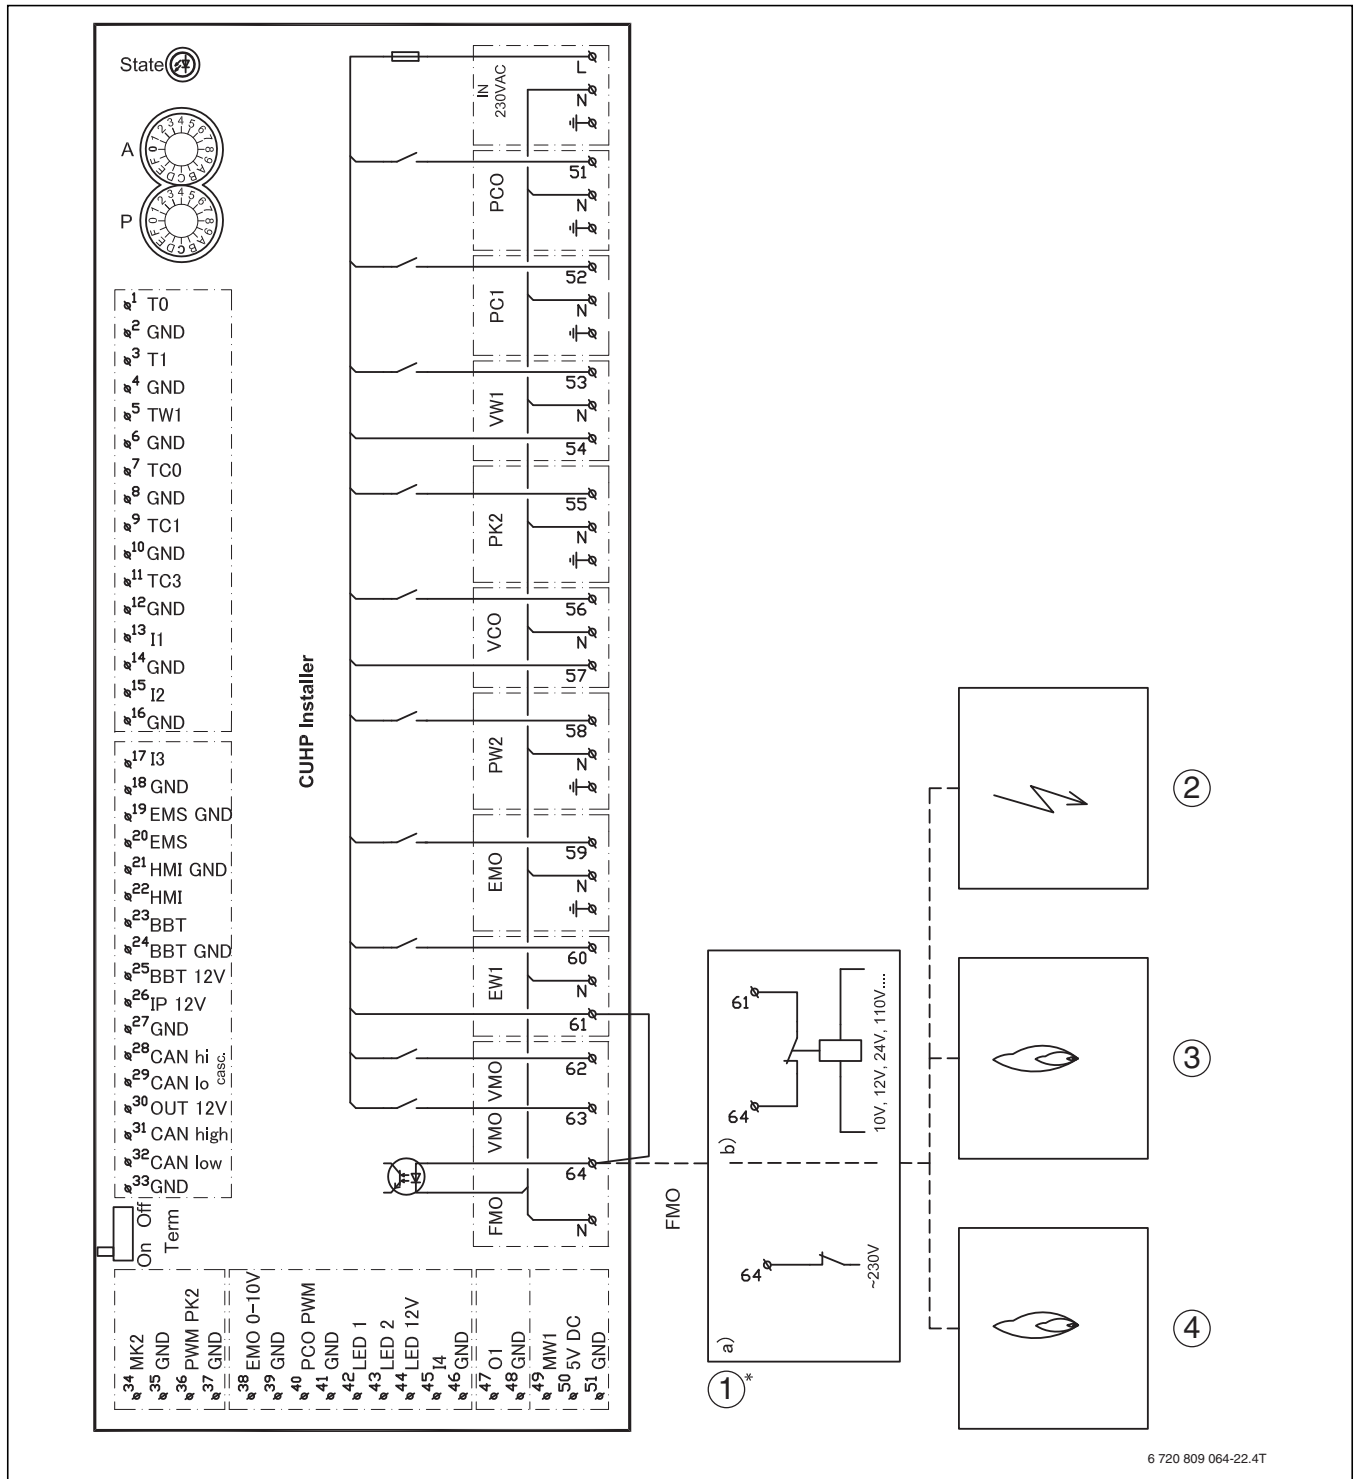

Bild 27 Schaltplan Installationsmodul, Alarm des Heizkessels
Bei Heizkesseln das Alarmsignal (falls vorhanden) am Installationsmodul des Inneneinheits an Klemme FMO anschließen (Schaltplan → Abb. 27).
Wenn am Heizkessel kein 230-V-Alarmausgang vorhanden ist, FMO gemäß Alternative [1b] anschließen (Schaltplan → Abb. 27).
- [**] Siehe Abb. 27